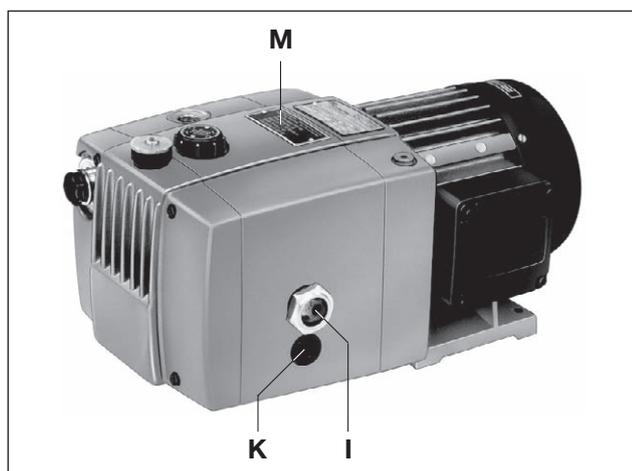

Fig. 4 Schmierung
Controllare il livello dell'olio almeno una volta al giorno, ev. rabboccare fino al bordo superiore della finestrella di ispezione (Fig. 4/I). Primo cambio dell'olio dopo 500 ore di funzionamento. Successivamente dopo rispettivamente 500-2000 ore di funzionamento. In base all'inquinamento del mezzo aspirato, accorciare gli intervalli.
*Tipi di olio Elmo Rietschle:* MULTI-LUBE 46 (olio minerale) e SUPER-LUBE 46 (olio sintetico) (vedi anche targhetta tipo olio (Fig. 4/M)).